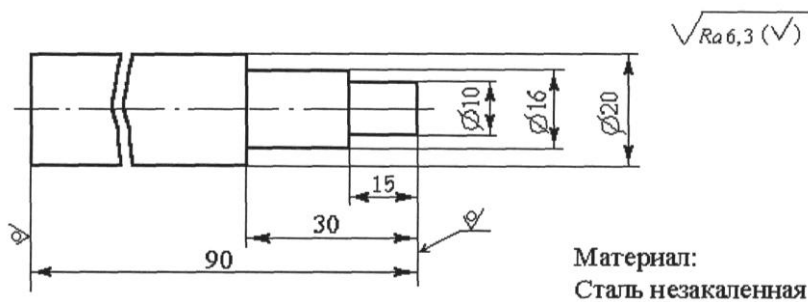

Рисунок 9
5. Выполнить эскиз технологической схемы многорезцовой токарной обработки для случая инструментальной наладки по длине наименьшей ступени вала (рисунок 9).